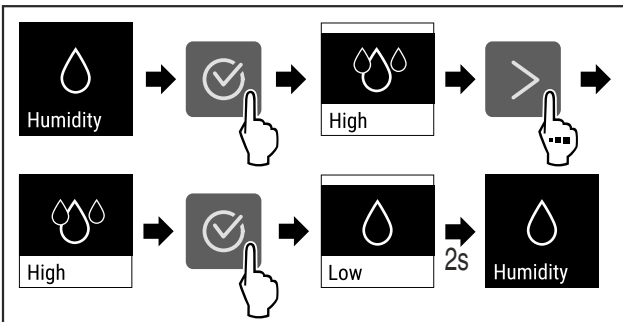

Fig. 75
- ▶ Εκτελέστε τα βήματα ενεργειών (βλέπε Fig. 75).